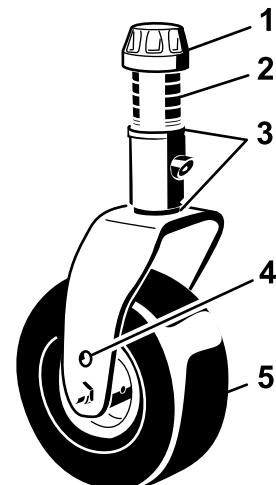

Figura 21
- Retire a tampa de tensionamento do eixo roscado e desloque o fuso para fora do braço da roda giratória (Figura 21).